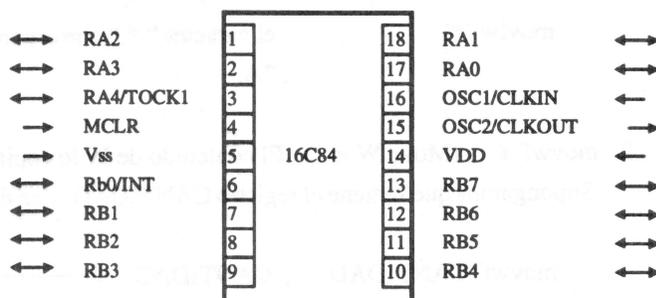

Figura 1. Configuración de los pines del 16C84.
En la actualidad salió al mercado el PIC 16F84, el cual posee más registros de propósito general (68) que el PIC 16C84, pero los dos se programan exactamente igual. La configuración de los pines del 16C84 aparece en la figura 1.